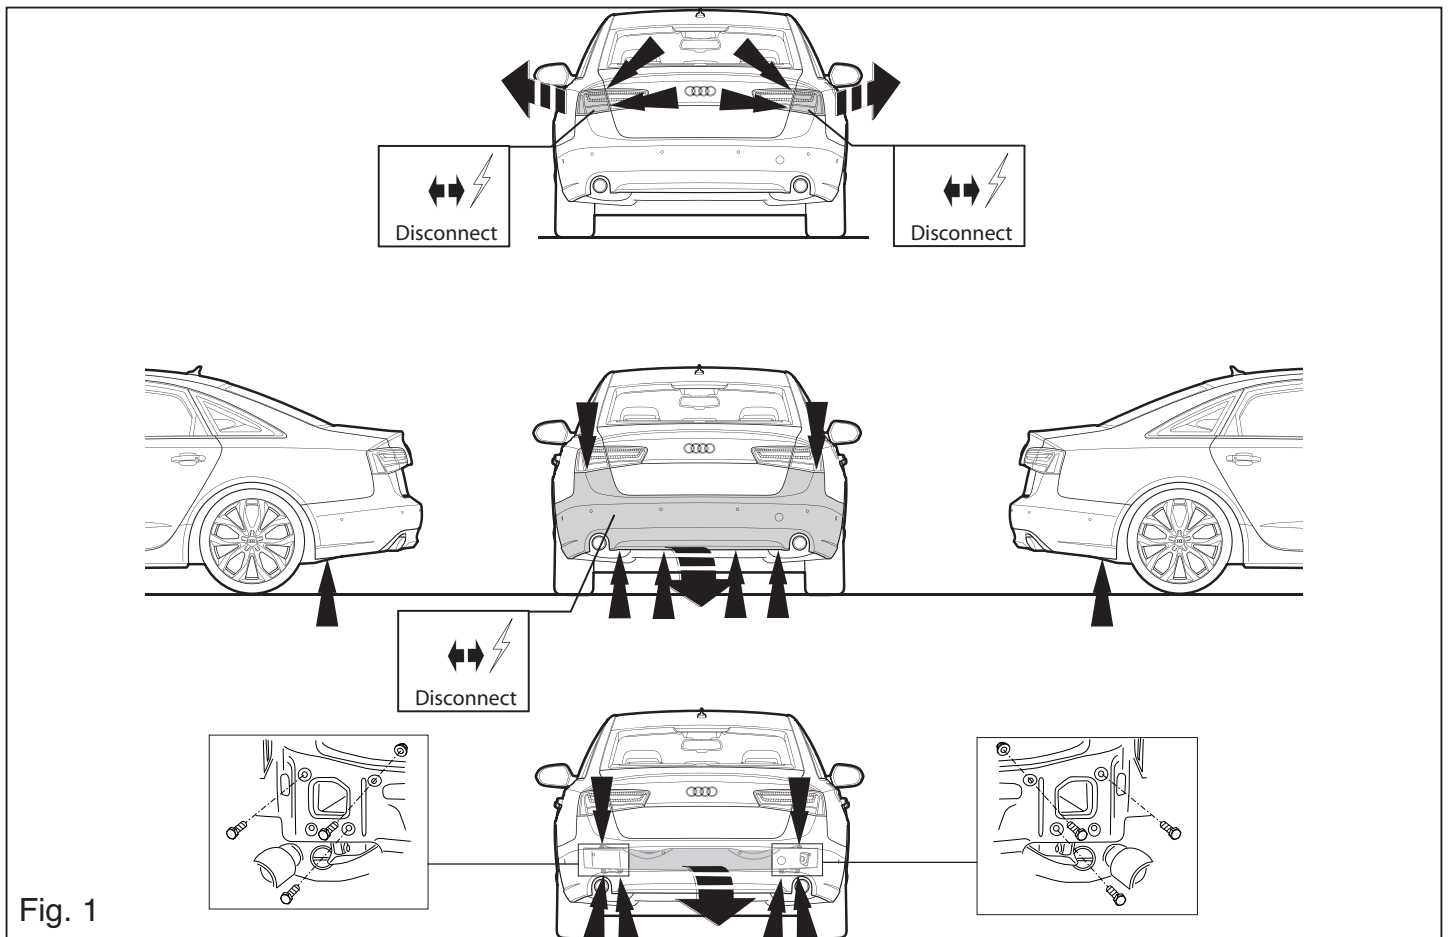

Fig. 1
1. Die Rücklichter abmontieren. Die Stoßstange einschließlich des stählernen Stoßbalkens vom Fahrzeug abmontieren. Der Stoßbalken wird nicht mehr benötigt. Die Schrauben wieder anbringen. Siehe Abbildung 1.
1. Démontez les feux arrière. Déposer le pare-chocs du véhicule y compris la traverse en acier ; la traverse ne sera plus utilisée. Remettez les boulons de fixations en place. Voir la figure 1.
1. Demonter baglysenhederne. Demonter baglysenhederne. Demonter kofangeren, inklusive køretøjets stålstødbjelke. Denne bliver overflødig. Se fig. 1.